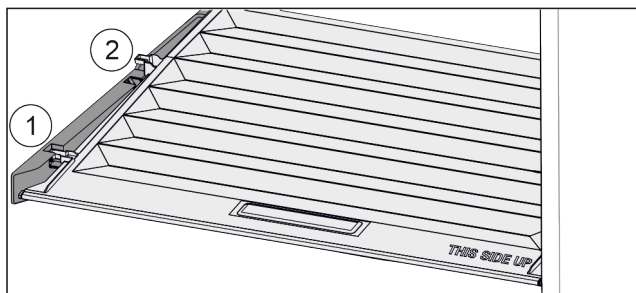

Fig. 126
- ▶ Veko potiahnite dopredu až k otvoru v prídržných dieloch Fig. 126 (1).
- ▶ Vzadu ho nadvihnite zospodu a zložte smerom nahor Fig. 126 (2).